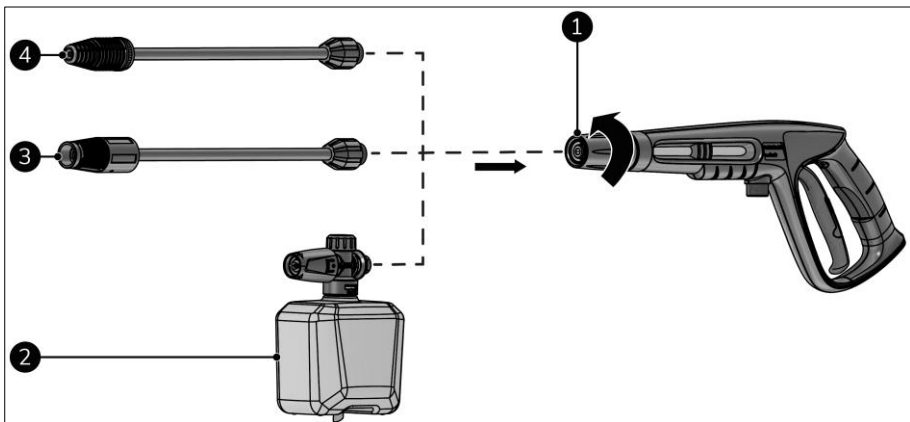

Figure 13
1. Vissez (fermement) sur le pistolet à jet (figure 13, pos. 1) l'une des buses suivantes :
- la buse à mousse (figure 13, pos. 2) ;
- la buse réglable (figure 13, pos. 3) ;
- la buse turbo avec sélection pour basse ou haute pression (Figure 13, pos. 4).